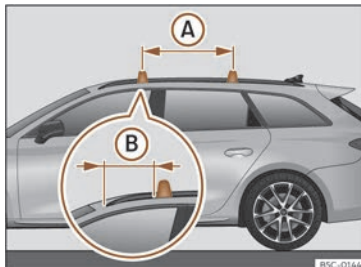

Fig. 139 Punts de fixació de les barres longitudinals per al portaequipatges del sostre (Leon Sportstourer).
Les barres transversals es munten en les barres laterals del sostre»» **fig. 139**. La distància entre barres transversals ① ha de ser d'aprox. 75 cm i la distància de la barra transversal amb el suport davanter de la barra lateral del sostre ② ha de ser de 30 cm.